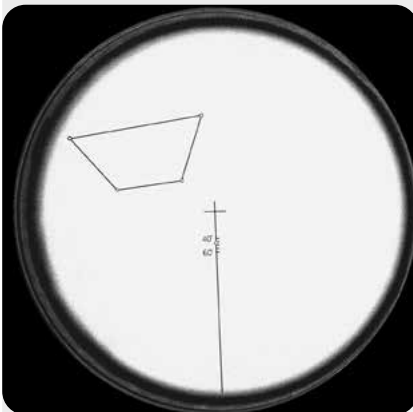

Fig. 36: Vista all'interno del reticolo del cercatore polare di allineamento (le quattro stelle mostrano una costellazione vicino al polo sud celeste)
1. Puntare il cercatore contro una superficie luminosa (in ogni caso non verso il sole!) e vedere la linea graduata con la croce centrale (Fig. 36). Ruotare l'oculare del cercatore fino a mettere a fuoco le scale.